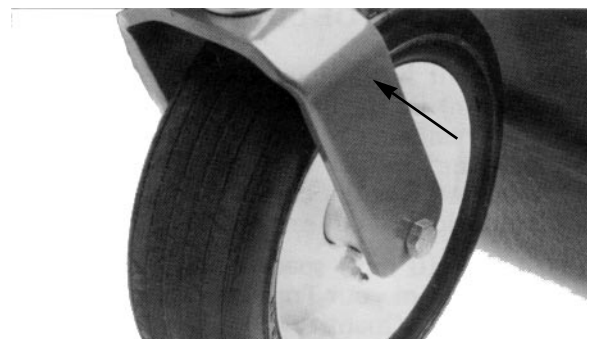

Bild 6
1. Die Schmierstellen des Schnittwerks sind: Laufradspindelbüchsen (Bild 4), Laufradlager (Bild 4 und 5), Schnittmesser-spindellager (Bild 6) sowie rechte und linke Schubarmkugelenke (Bild 6).
2. Das Schnittwerk so absenken, daß die Laufräder auf einer ebenen Fläche stehen. Die Prüfschraube (Bild 6) aus der Getriebeseite entfernen und den Ölstand kontrollieren. Bei niedrigem Ölstand ist die Ölfüllschraube auf der Oberseite des Getriebes zu entfernen und soviel SAE 80-90 Getriebeöl nachzufüllen, daß der Ölstand die Unterseite des seitlichen Prüflochs erreicht.